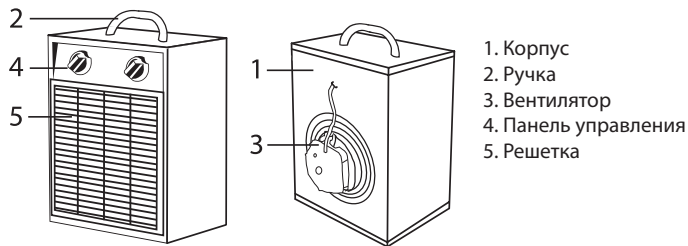

Рис. 1. Устройство прибора
Несущая конструкция тепловентилятора (см. рис. 1) состоит из корпуса (1) и ручки (2). Вентилятор (3) расположен в задней части тепловентилятора. Блок управления расположен в верхней части корпуса под крышкой. Органы управления вынесены на переднюю панель (4). Внутри корпуса расположены трубчатые электронагревательные элементы, закрытые с лицевой стороны тепловентилятора решеткой (5). Воздушный поток, втянутый вентилятором в корпус, проходя между трубчатыми электронагревательными элементами, нагревается и подается в помещение через решетку.